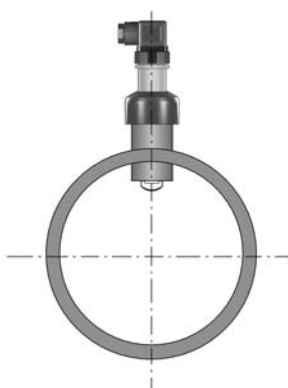

Fig. 2
- Fig. 2: Posición para líquidos sin burbujas de aire / gas